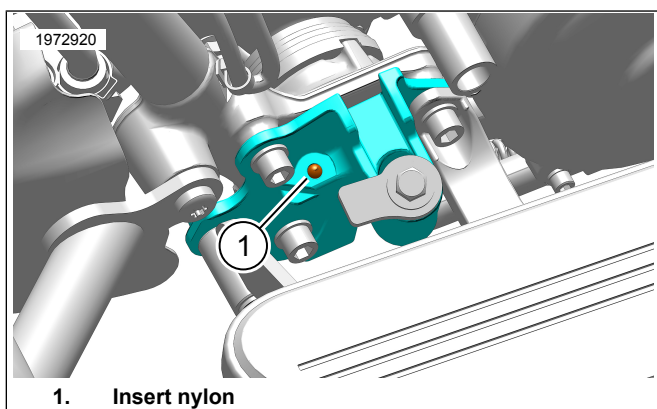

Figure 2. Insert nylon
1. Voir la figure 2. Retirer l'insert nylon (1) du sous-ensemble béquille latérale.